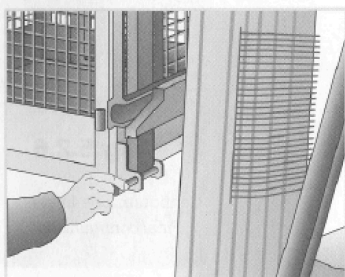

Fig. 5.2.4 Insertar el perno de seguridad de modo que la columna vertical del porta horquillas quede encajada entre la plataforma y el perno.
- Insertar el perno de seguridad de modo que la columna vertical del porta horquillas quede encajada entre la plataforma y el perno (fig. 5.2.4).